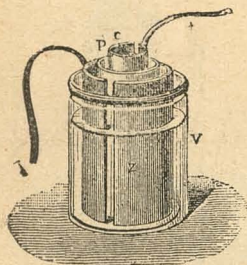

Fig. 204.—Elemento de pila Daniell.
9. **Pila de Daniell.**—Un elemento de Daniell (fig. 204)